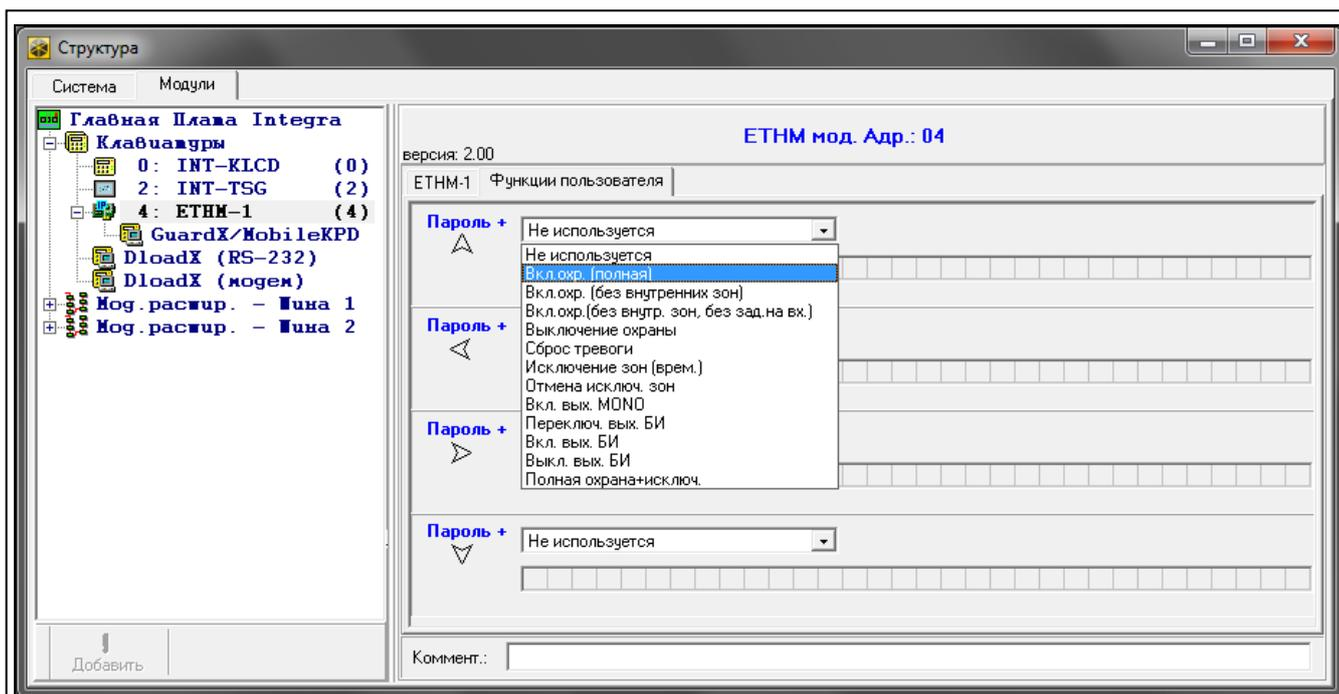

Рис. 8. Программа DLOADX: закладка «Функции пользователя».
- программы DLOADX: →окно «Структура» →закладка «Модули» →ветка «Клавиатуры» →[название модуля] →закладка «Функции пользователя» (рис. 8).8